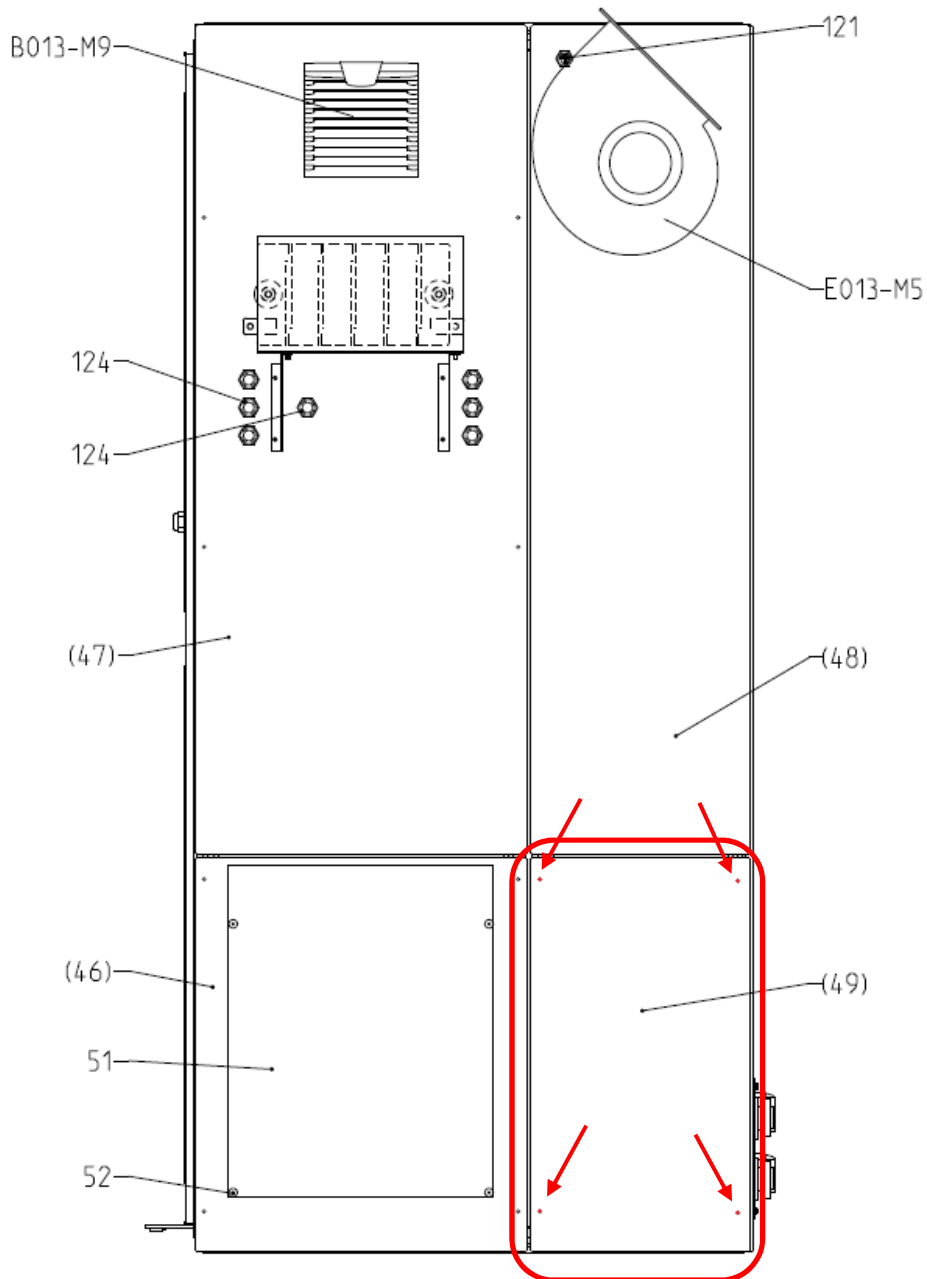

Bild 8: Einspeisefeld +1S3 von der Rückseite
- Kleine Rückwand unten abschrauben (s. rote Markierung in Bild 8),